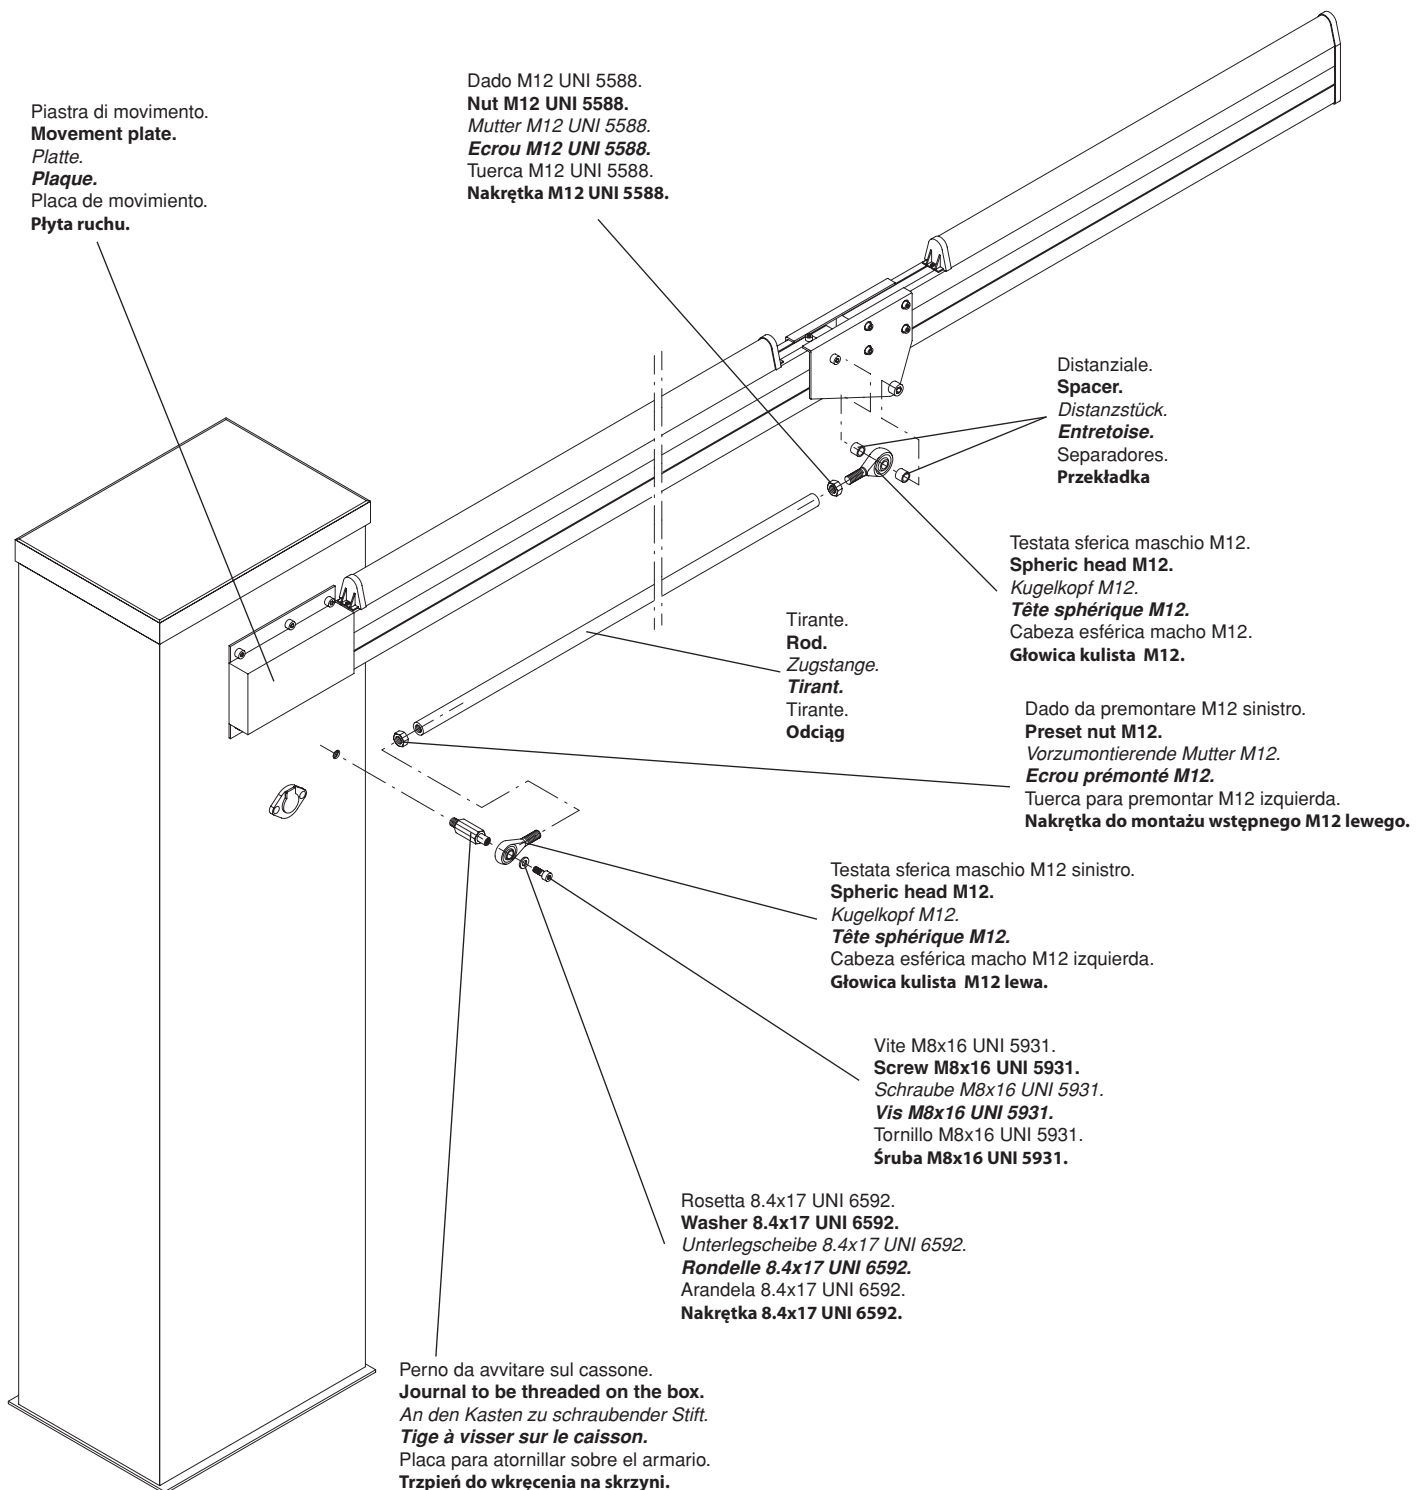

Fig.3
- Montare le testate sferiche sul tirante (dopo avervi premontato i dadi) fig. 3.
- Avvitare il perno filettato sul cassone (fig. 3), inserirvi la testata sferica e serrare la vite.
- Fissare il profilo L1 alla piastra di movimento (fig. 3).
- Fissare il tirante, interponendo i distanziali, tra le due piastre con la vite M12 (fig. 3).
- Fit the spheric round heads on the stay bolt (after presetting the nuts) fig. 3.
- Screw the threaded journal on the box (fig. 3), insert the spheric head and tighten the screw.
- Fix the profile L1 to the movement plate (fig. 3).
- Fix the stay bolt (placing the spacers between), between the plates, through the screw M12 (fig. 3).
- Kugelköpfe an der Zugstange anbringen, nachdem dort die Muttern vormontiert worden sind (Bild 3).
- Gewindestift an den Kasten schrauben (Bild 3), Kugelkopf einfügen und Schraube anziehen.
- Profil L1 an der Bewegungsplatte befestigen (Bild 3).
- Zugstange befestigen und Distanzstücke zwischen beiden Platten mit Schraube M12 befestigen (Bild 3).
- Stift $\varnothing 12$ im Halter mit den beiden Schrauben M8 befestigen (Bild 3).
- Monter les têtes sphériques sur le tirant (après que vous ayez préalablement monté les écrous) Fig. 3.
- Visser la tige fileté sur le caisson (Fig. 3), puis insérer la tête sphérique et serrer la vis.
- Fixer le profil L1 à la plaque de mouvement (Fig. 3).
- Fixer le tirant, en interposant les entretoises entre les deux plaques avec la vis M12 (fig. 3).
- Montar las cabezas esféricas sobre el tirante (después de haber montado las tuercas) fig. 3.
- Atornillar el perno roscado sobre el armario (fig. 3), insertarle la cabeza esférica y apretar el tornillo.
- Fijar el perfil L1 a la placa de movimiento (fig. 3).
- Fijar el tirante, interponiendo los separadores entre las placas con el tornillo M12 (fig. 3).